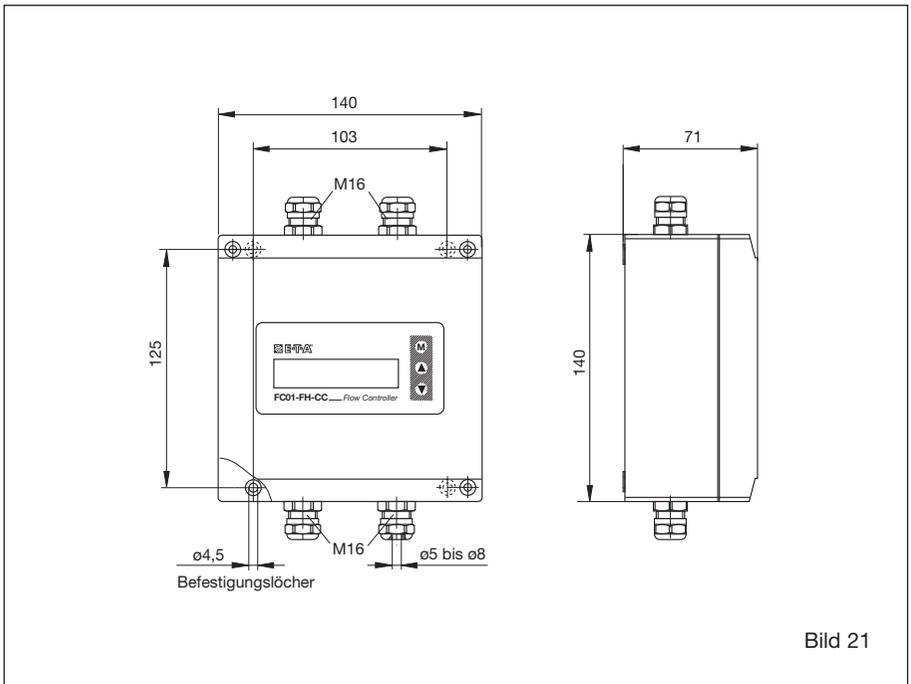

Bild 21
- Das Feldgehäuse mit 4 Schneideschrauben M16 (siehe Bild 21) an dem vorgesehenen Ort befestigen.